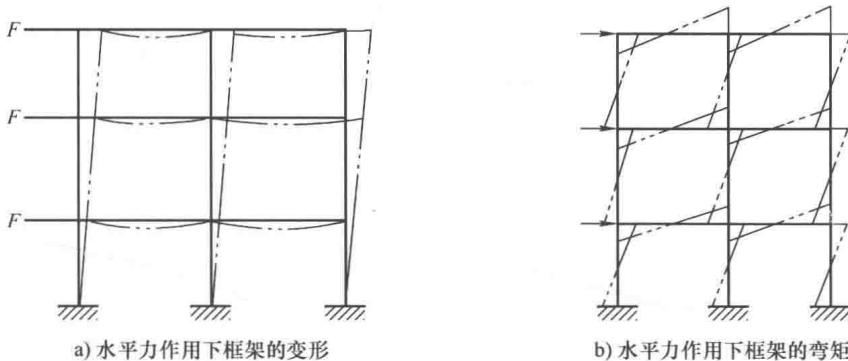

图 1-6-2 框架结构在水平力作用下的变形和弯矩
(2) 框架结构在水平力作用下的变形和弯矩见图 1-6-2。